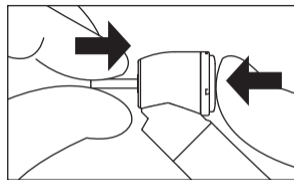

Fig. 5
- 1) Introduza a broca até ficar posicionada corretamente. (Fig. 5)